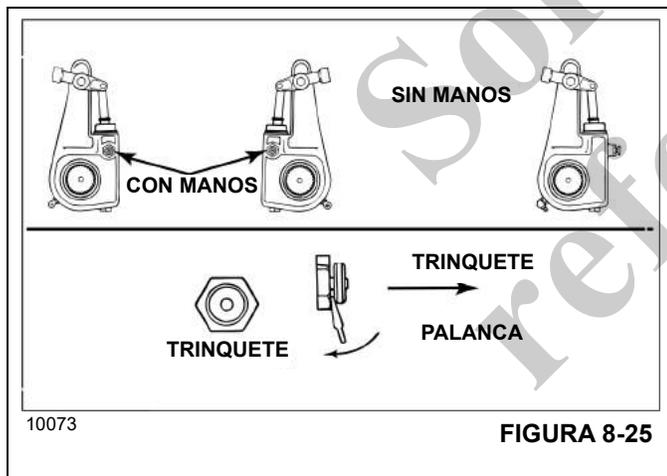

FIGURA 8-25
4. Desenganche el trinquete de tracción. Apalanque el trinquete un mínimo de 1/32 in para desenganchar los dientes. Consulte (Figura 8-25).